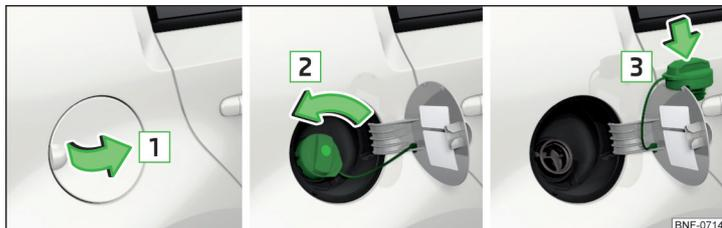

Fig. 103 Ouvrir la trappe du réservoir / Dévisser le bouchon du réservoir / Placer le bouchon du réservoir sur la trappe du réservoir
Le carburant prescrit pour votre véhicule est indiqué sur la face intérieure de la trappe du réservoir » fig. 103 à la page 107.
- Ouvrez la trappe du réservoir dans le sens de la flèche **1** » fig. 103.